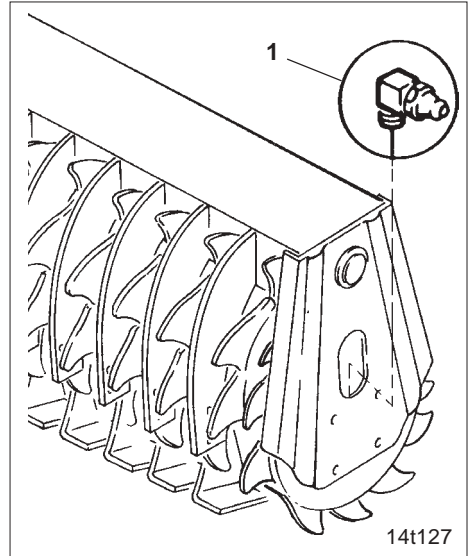

Fig. 19.13
- die beiden Schmiernippel an den Achslagern (Fig. 19.13/1)